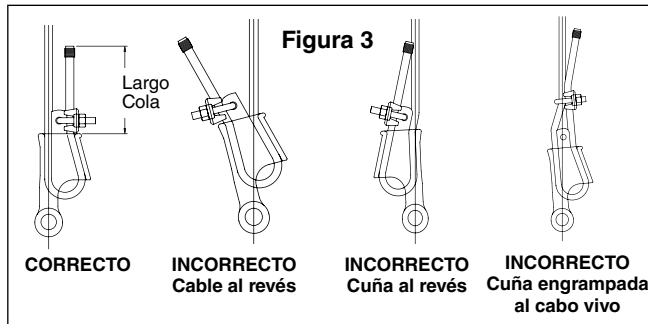

Figura 3
- Tire del extremo vivo para retirar el exceso del lazo, dejando espacio suficiente para insertar la cuña correctamente en el cuerpo. (Ver Figura 3) Asegure el cable a la cuña del SUPER TERMINATOR con una grapa (Ver Figura 4)
- Tire del extremo vivo para retirar el exceso del lazo, dejando espacio suficiente para insertar la cuña correctamente en el cuerpo. (Ver Figura 3)